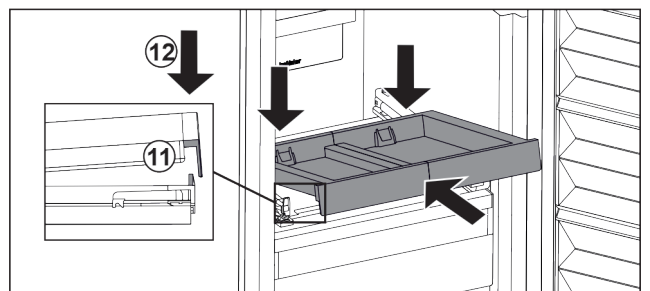

Fig. 22
- L'insérer en l'inclinant. Veiller à ce que, des deux côtés, la butée soit derrière la languette. Fig. 22 (11)
- Déposer le compartiment coulissant par l'avant. Fig. 22 (12)